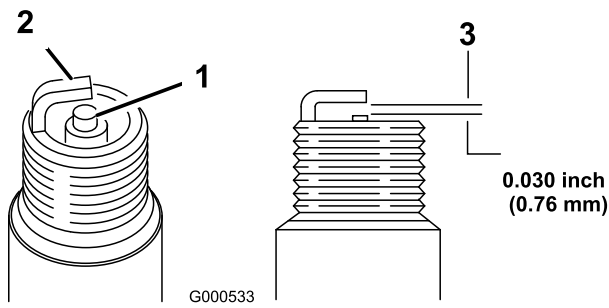

Figura 38
1. Mire la parte central de la(s) bujía(s) (Figura 38). Si se observa un color gris o marrón claro en el aislante, el motor está funcionando correctamente. Si el aislante aparece de color negro, significa que el limpiador de aire está sucio.
2. Compruebe la separación entre los electrodos central y lateral (Figura 38). Si la distancia no es correcta, doble el electrodo lateral (Figura 38).